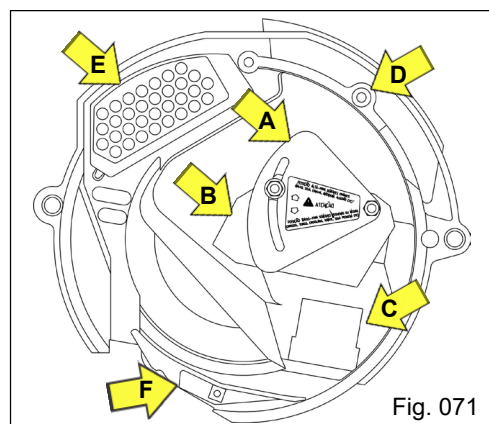

Fig. 071
- **Tampa** (Fig. 071): possui uma comporta "A" que controla a chegada e o nível das sementes assegurando um abastecimento constante do disco. Dependendo das sementes utilizadas, existem duas posições básicas de regulação da placa e tela de nível na comporta que deverão ser verificadas e usadas. Caso necessário, porém, posições intermediárias poderão ser usadas também.
- **Ejetor** (Fig. 071): O ejeter "F" controla a regularidade na saída dos grãos.